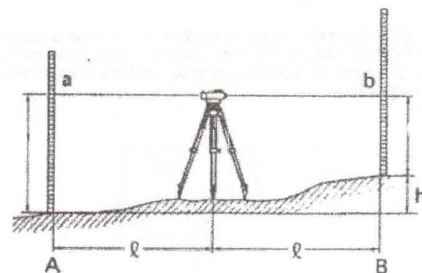

Рис. 6.1
- 1) Установите прибор приблизительно посередине между точками A и B (рис. 6.1). Дальномерные нити сетки нитей могут быть использованы для визуального контроля расстояний (см. раздел «6.3 Измерение расстояний по дальномерным нитям»).
- 4) Разность отсчетов a - b является превышением точки B относительно точки A (рис. 6.1).